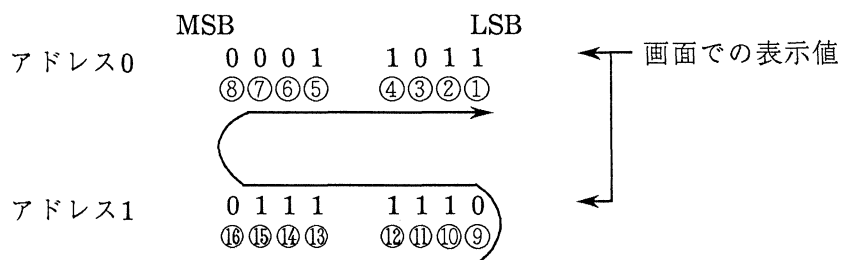

図6-14 ワードパターン送出順序
アイドルパターンおよびワードパターンの送出は、画面表示値のLSBファーストで行います。たとえば、図6-14で示すように、ワードパターンは各アドレスのLSBビットから順番に送信されます。(①～⑩の順)